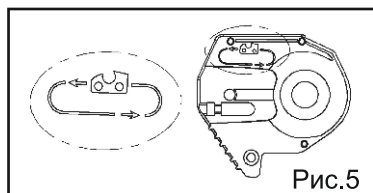

Рис.5
- установить цепь направляющими зубцами в направляющую пильной шины, при этом зубья цепи должны располагаться, так как показано на рис. 5;